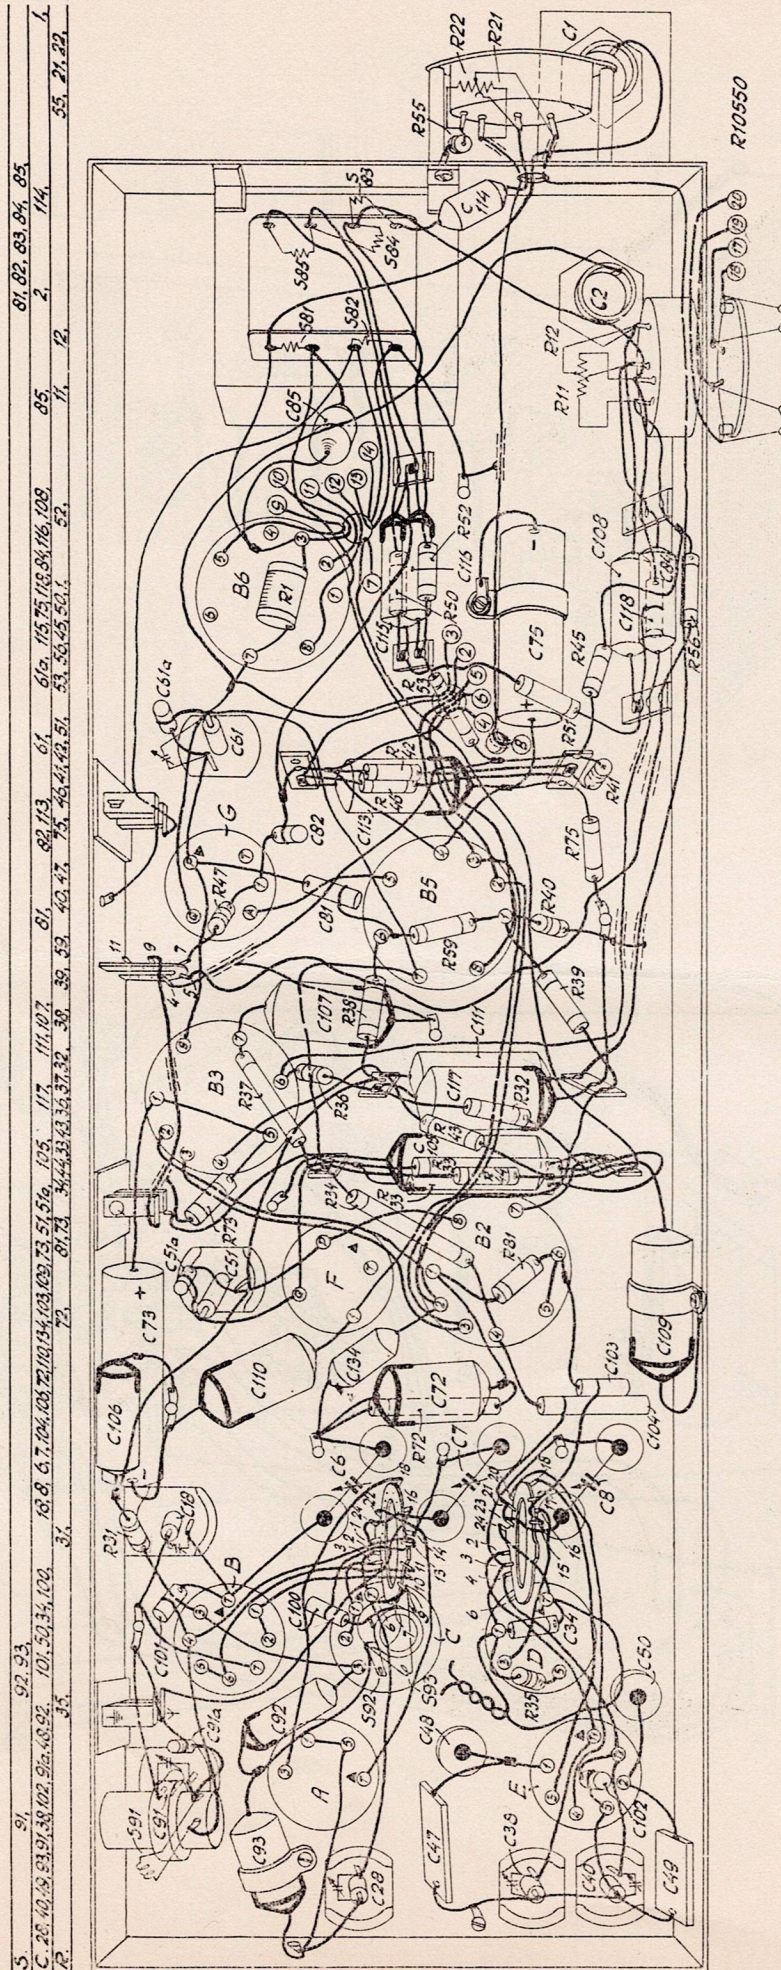

Fig. 6
N.B. R 11 is verbonden met S 85 (zie principe schema) en niet met S 83—S 34 zoals in fig. 6 geteekend staat.
R 11 should be connected with S 85 (see diagram) and not with S 83—S 84, as shown in Fig. 6.
R 11 est connecté avec S 85 (voir schéma de principe) et non pas avec S 83—S 84 comme indiqué dans la fig. 6.
Der Lautstärkeregler R 11 muß mit S 85 verbunden sein (siehe grundsätzliches Schaltbild) und nicht wie in Abb. 6 angegeben, mit S 83—S 84.